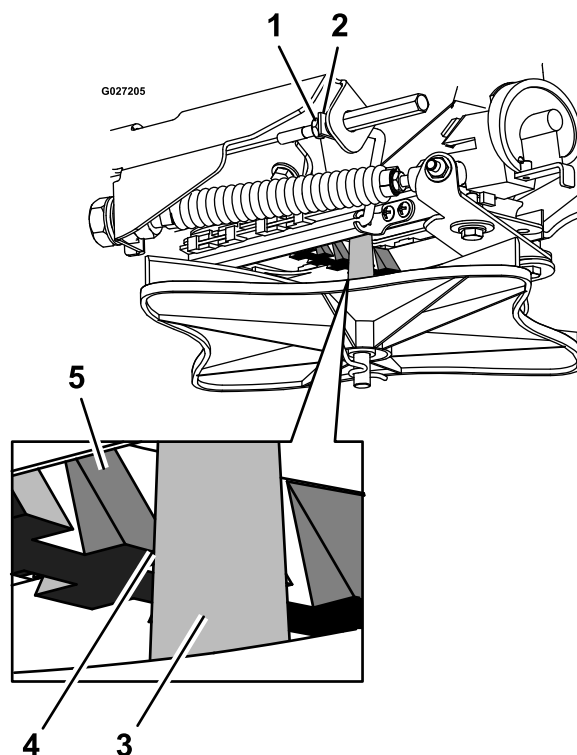

Figura 86
5. Afloje la contratuerca del extremo del cable de control del patrón (Figura 86).
6. Tire de la varilla de acoplamiento hasta que quede un espacio de 3.2 mm ($\frac{1}{8}$ ") entre el diente de la rampa y el eje del impulsor (Figura 86).
7. Apriete la contratuerca (Figura 86).